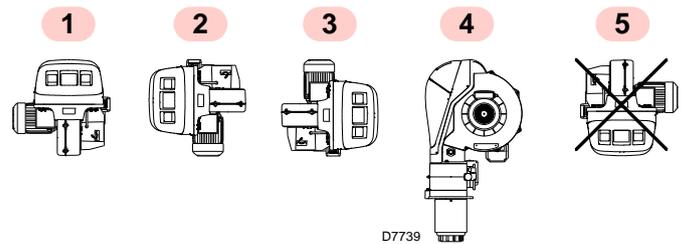

Abb. 9
- Der Brenner kann ausschließlich in den Stellungen **1, 2, 3** und **4** (Abb. 9) betrieben werden.